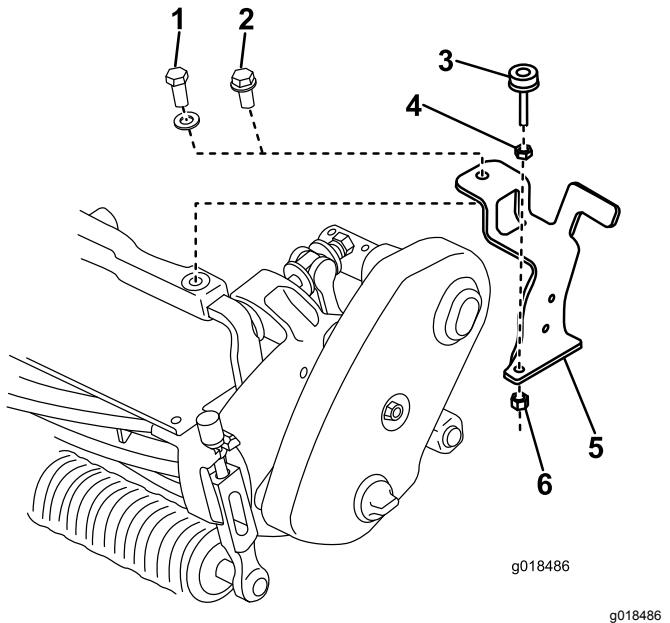

Figura 2
- En los modelos Flex 1800/2100, sujete el soporte del cepillo al bastidor delantero y a la pestaña con un perno con arandela prensada ($\frac{3}{8}$ " x 1"), tal y como se muestra en la Figura 2.
- En los modelos Flex 18/21, sujete el soporte del cepillo al bastidor delantero y a la pestaña con un perno nuevo (M10 x 30 mm) y la arandela que retiró anteriormente (Figura 2).
- Monte provisionalmente el tornillo de ajuste de nivel en el soporte del cepillo con una tuerca autoblocante (5/16") y una contratuerca (5/16"), tal y como se muestra en la Figura 2.